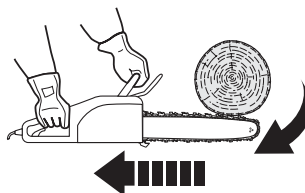

Fig. 27
- > Si la chaîne [3] est pincée au niveau du bord supérieur du guide-chaîne [4], celui-ci peut être projeté brutalement vers l'arrière (Fig. 27).